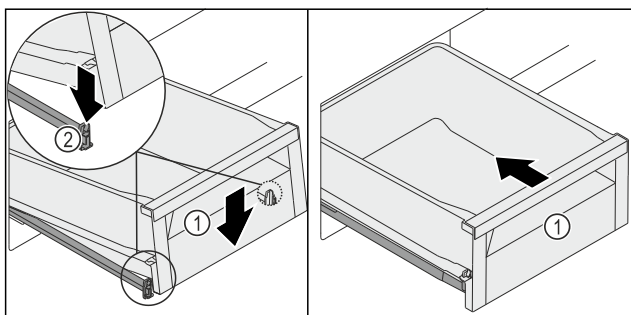

Fig. 120
- Spustite ladicu Fig. 120 (1) sprijeda tako da ladica lijevo i desno uklizne u stezaljku Fig. 120 (2).
- Ladicu Fig. 120 (1) se čujno uglavljuje.
- Ugurajte ladicu Fig. 120 (1).